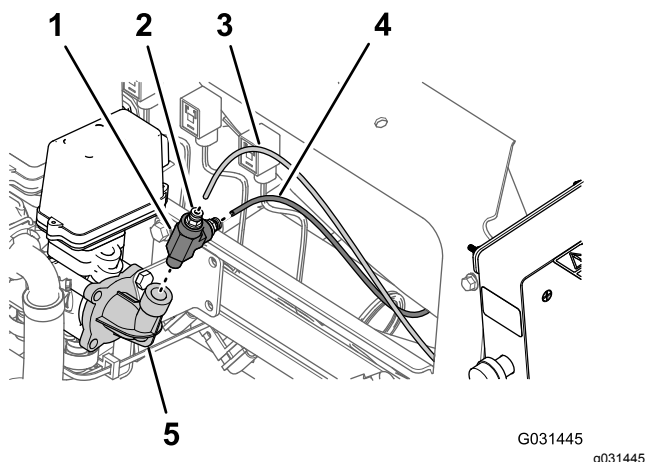

Figure 17
- Sur le raccord coudé à 90° situé sur le côté droit de la vanne de commande de pression du dévidoir, poussez la bague de blocage du raccord du tube et retirez le tube de détection de pression associé au manomètre du dévidoir (Figure 17).
- Poussez la bague de blocage du raccord du tube et retirez le tube de détection de pression associé au manomètre situé dans la planche de bord de la machine (Figure 17).
- Détachez le raccord en T du raccord coudé à 90° associé à la vanne de commande de pression (Figure 17).